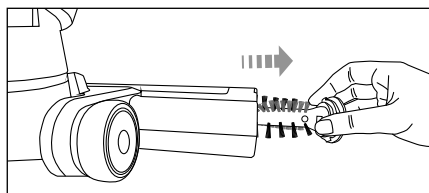

Fig. 8
- 3) Scoateți peria rotativă ⑬ din duza pentru pardoseală ⑩ (fig. 8).